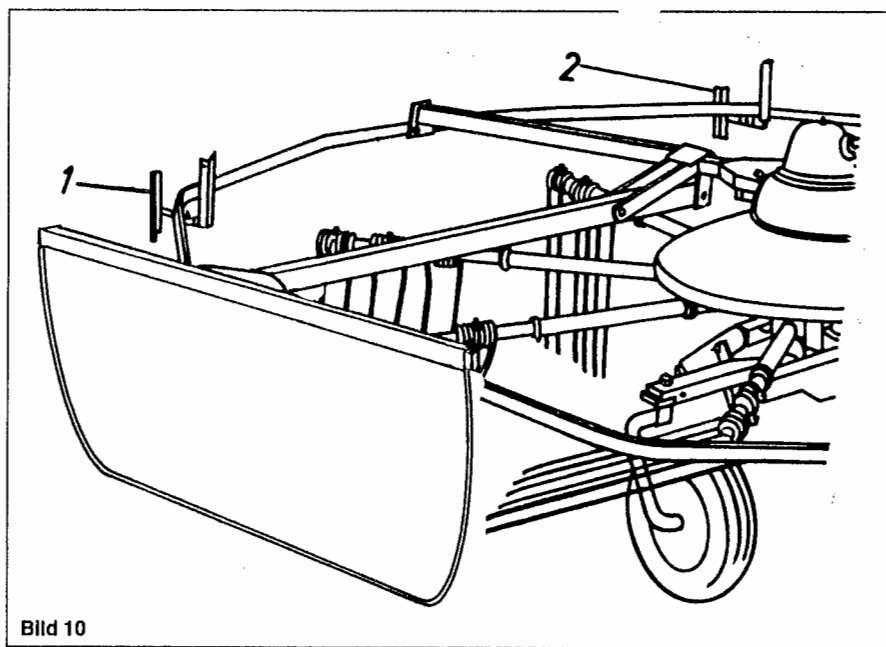

Bild 10
Rechten Beleuchtungshalter (Bild 10, Pos.1) und linken Beleuchtungshalter (Bild 10, Pos.2) mit den mitgelieferten 6kt.-Schrauben M 10 x 25 und den Sicherungsmuttern VM 10 an der Schutzvorrichtung befestigen.
Fixer le support d'éclairage droit (Fig. 10, rep. 1) et gauche (Fig.10, rep.2) au dispositif de protection à l'aide des vis à 6 pans M 10 x 25 et les écrous de sécurité VM 10 fournis avec la machine.
Fix right-hand light support (Fig.10, item 1) and left light support (Fig.10, item 2) to the protective guard by means of the hex. bolts M 10 x 25 and the retaining nuts VM 10 supplied with the machine.
Rechter verlichtinghouder (afb.10, pos.1) en linker verlichtinghouder (afb.10, pos.2) met de meegeleverde 6kant-schroeven M 10 x 25 en de borgmoeren VM 10 aan de bescherminrichting bevestigen.
Fäst höger belysningshållare (bild 10, pos.1) och vänster belysningshållare (bild 10, pos.2) på skyddsanordningen med de medföljande sexkantskruvarna M 10 x 25 och låsmuttrarna VM 10.